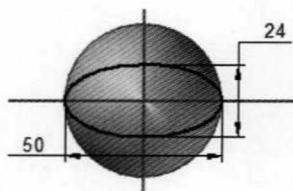

图 2.4 草图 1
- Step4. 创建图 2.4 所示的草图 1。在 草图 区域中单击 按钮，选取俯视图（XY）平面为草图平面，绘制图 2.4 所示的草图。